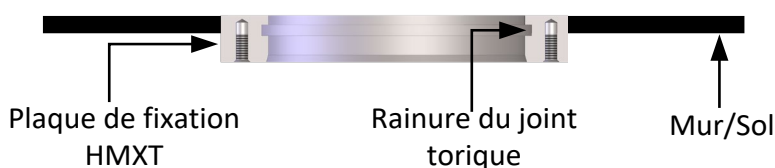

Figure 14: plaque de fixation montée en affleurement
1. Lorsque la plaque de fixation a été soudée en place, vérifiez qu'elle affleure la surface interne (Figure 14).